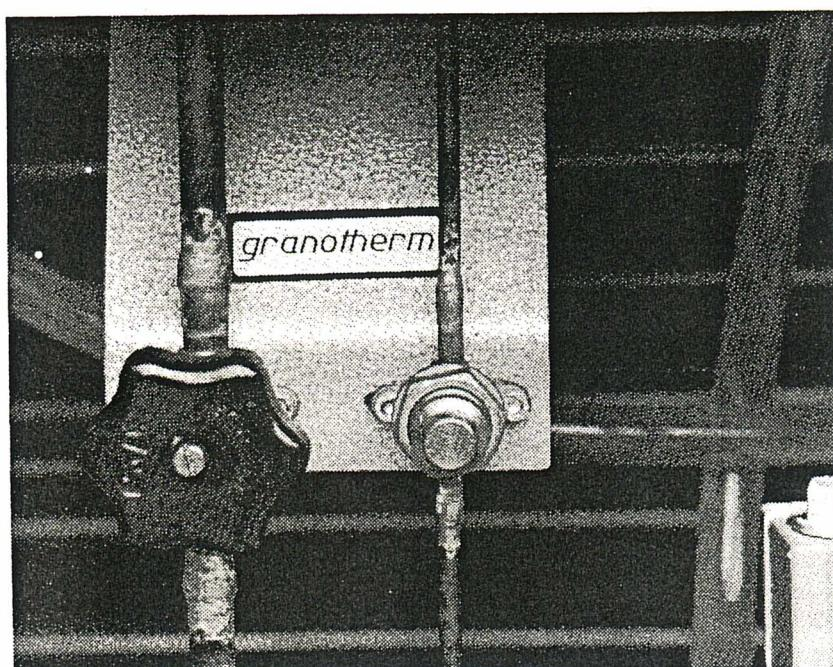

Bild 15: *granootherm*-Ventile (1)
Geben Sie der Kaltluft gegebenenfalls Nachwärme zu. (Richtwerte enthält Tabelle 5.) Bei jedem Gerät sind zwei *granotherrm*-Handventile eingebaut. Das kleinere (59) ist geöffnet und mit einer Schutzkappe versehen. Das größere (1) besitzt ein rotes (oder blaues) Handrad, wie auf Bild 15 zu sehen. *granotherrm*-Ventil (1) so weit öffnen, bis die gewünschte Nachwärme erreicht ist.